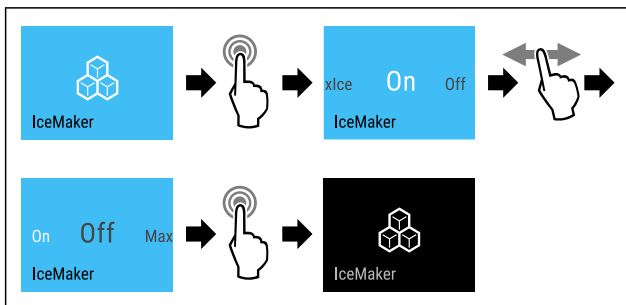

Fig. 23 Ілюстрація активованої функції IceMaker (наведено як приклад)
- ▶ Провести етапи операцій (див. Fig. 23) .